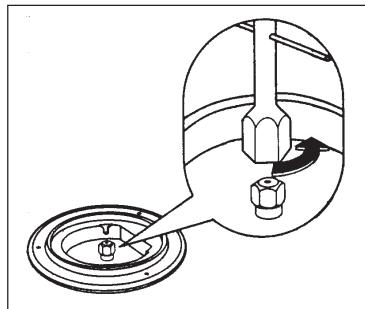

Рис. 9
3. При помощи торцевого ключа 7 размера отвинтите и снимите (Рис. 9) сопла, поменяйте их на сопла, подходящие для типа рабочего газа (см. таблицу "Характеристики горелок" на стр. 14).